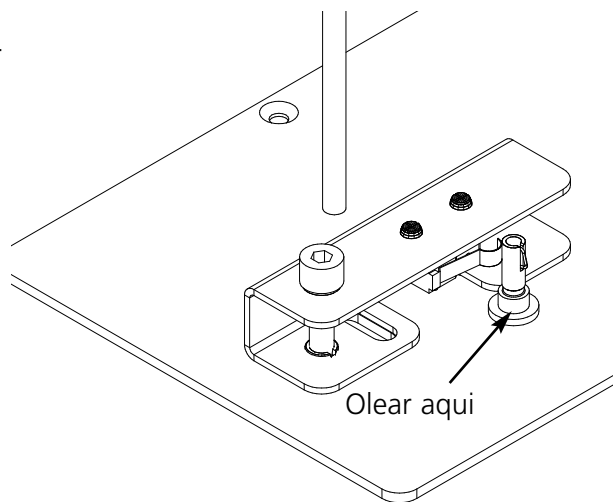

Figure 3-29
2. Eliminar a obstrução e olear o veio de accionamento (ver Fig. 3-29).